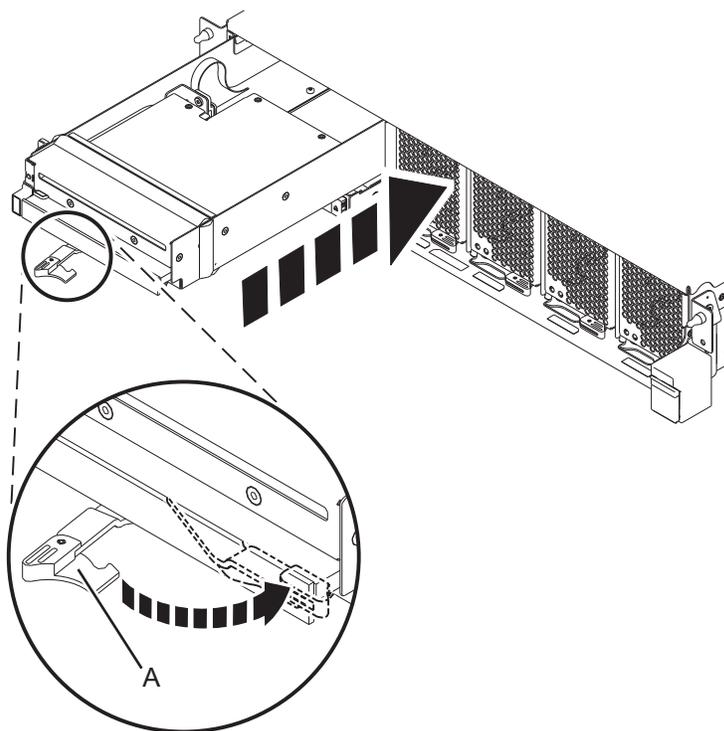

図 9. 9080-MHE、9080-MME、9119-MHE、または 9119-MME システム制御装置へのスリムライン・メディア・デバイスの取り付け
- a. スリムライン・メディア・デバイスのハンドル **(A)** が 図 9 に示すように回転して、開いていることを確認します。